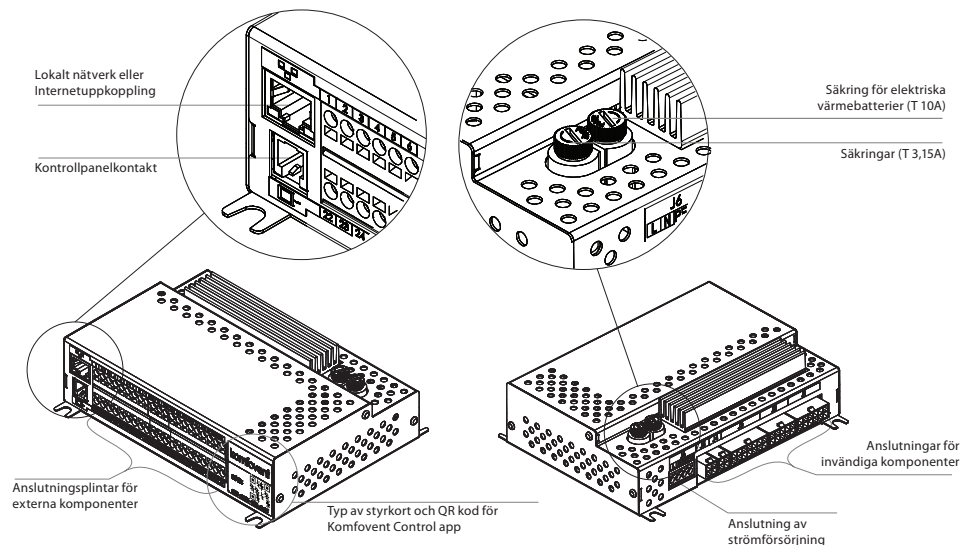

Fig. 13. C6M huvudstyrkort
Vi rekommenderar att kabeln dras på ett sådant sätt att den inte kommer i närheten av strömförande kablar eller högspänningsutrustning (tex. skåp med inkommande elkablar, elektrisk uppvärmningspanna eller luftkonditioneringsenhet). Kabeln kan dras genom hålen baktill eller i botten på kontrollpanelen (följ installationsinstruktionerna som medföljer kontrollpanelen). Kabeln till C6M styrkort ansluts till en angiven kortplats (RJ9 kontakt, se fig. 13) eller anslutningsplintar för externa komponenter.
Enheten kan styras inte enbart från kontrollpanelen utan även med hjälp av en dator eller en smartphone. I ett sådant fall måste aggregatets styr anslutas till ett lokalt nätverk eller till Internet. Enheten styrs av en dator via webbläsare, eller en Smartphone och Komfovent Control-App. Aggregatet ansluts till datornätverket ned en CAT5-kabel (RJ45, se fig. 13). Total kabellängd mellan enheten och nätverksroutern får inte överstiga 100 m.
- Det lättaste sättet att hantera din enhet på via Internet är att använda en smartphone med Komfovents MoIn-App. Starta Appen på din smartphone (telefonen måste ha Internetåtkomst). När du ansluter första gången kommer Appen att be dig skanna QR-koden framtill på styrkortet (se fig. 13). När du skannar koden kommer Appen automatiskt att etablera anslutningen till enheten (för mer information om Komfovent Control-App, se DOMEKT Användarmanual).